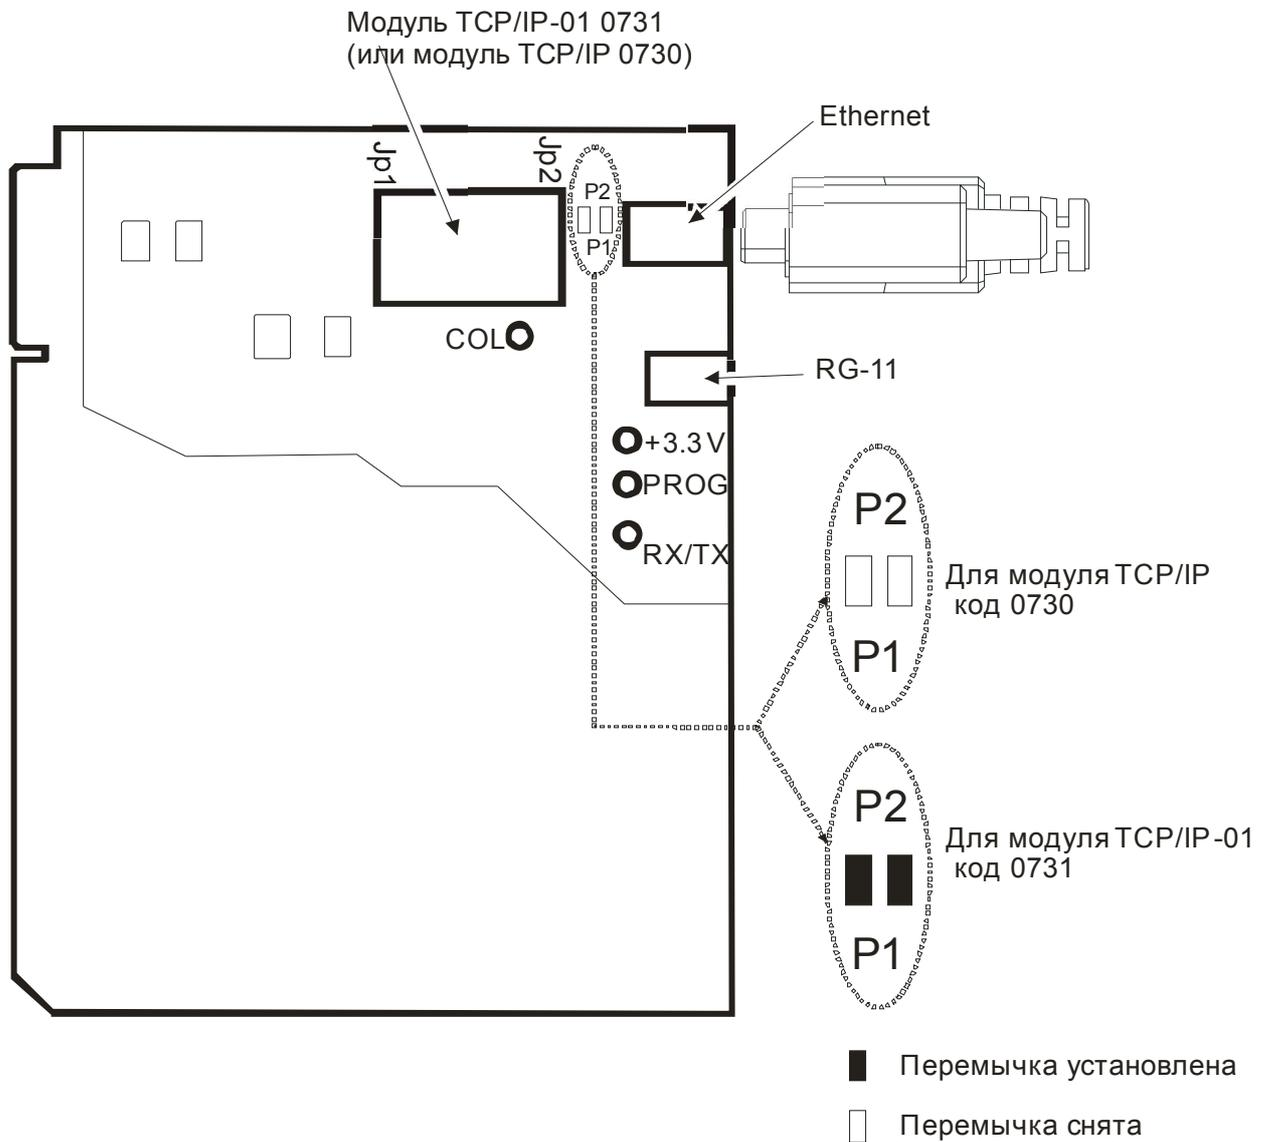
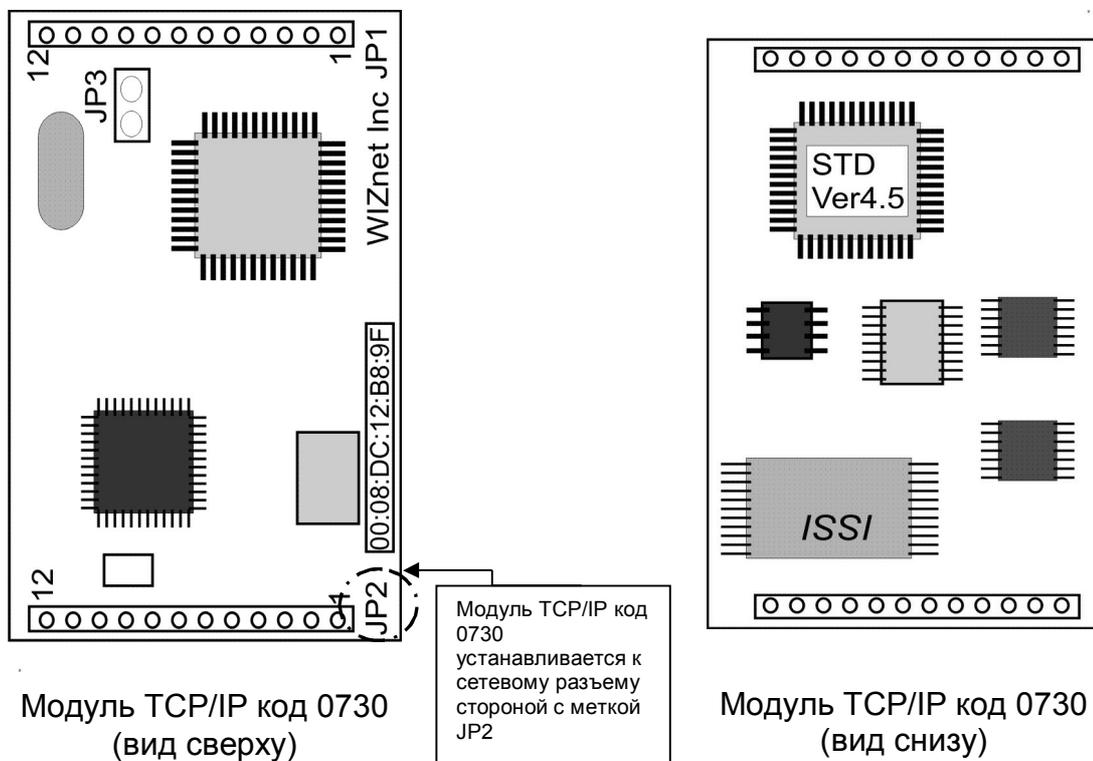
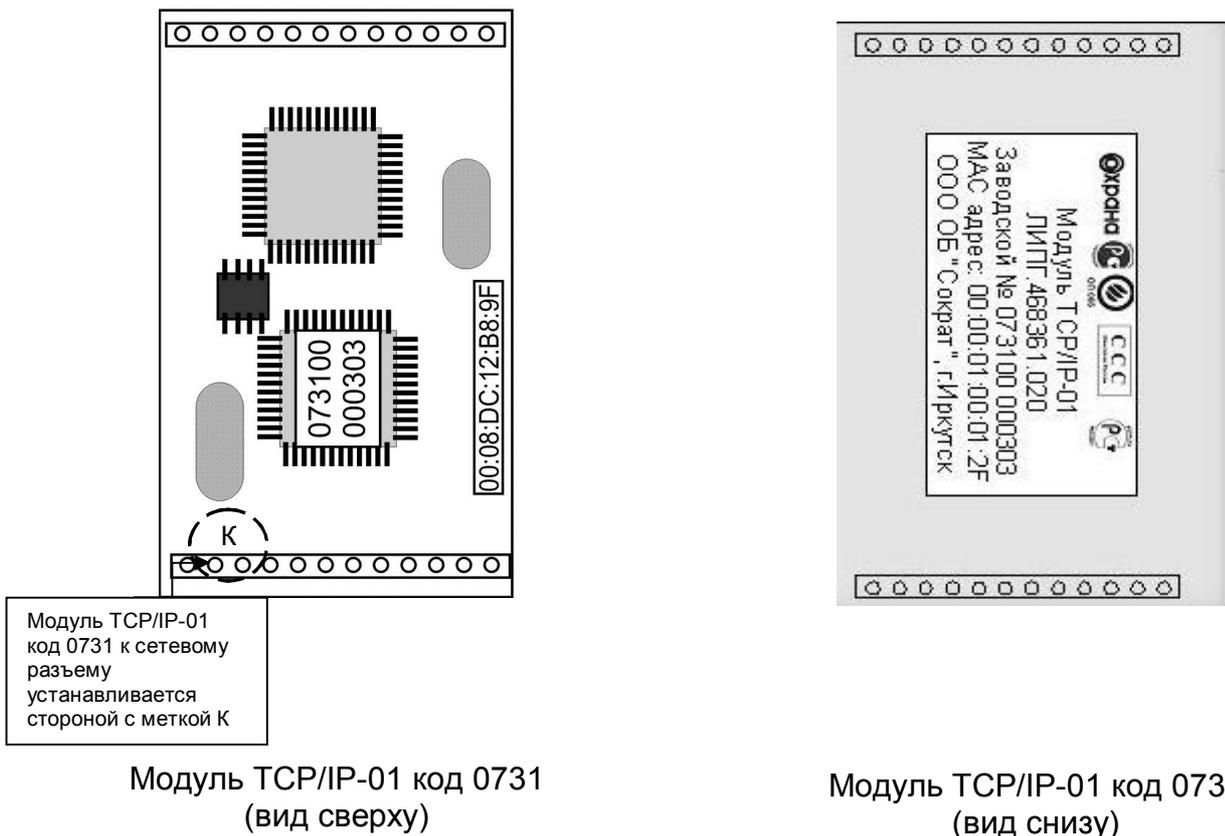

Рисунок 2. Внешний вид контроллера ПРИТОК-СПД.
Рисунок 3 – Модуль TCP/IP код 0730.
Рисунок 4 – Модуль TCP/IP-01 код 0731.
1.2.1 Контроллер предназначен для работы с диспетчером ретранслятора (прием информации, передача команд). На передней панели контроллера установлены (см. рис. 2):
**2.1.2** Установка ip-адреса и параметров контроллера с модулем TCP/IP код 0730 (EG-SR-7100A) рис. 3 производится согласно п.п. 2.2, 2.3. Установка ip-адреса и параметров контроллера с модулем TCP/IP-01 код 0731 рис. 4 производится согласно п.2.4.
**ВНИМАНИЕ!** При самостоятельной установке модуля TCP/IP код 0730 (модуля TCP/IP-01 код 0731) следует установить переключки P1 и P2 по таблице 1 и рис. 2 и расположить устройство согласно рис. 3 (рис. 4):